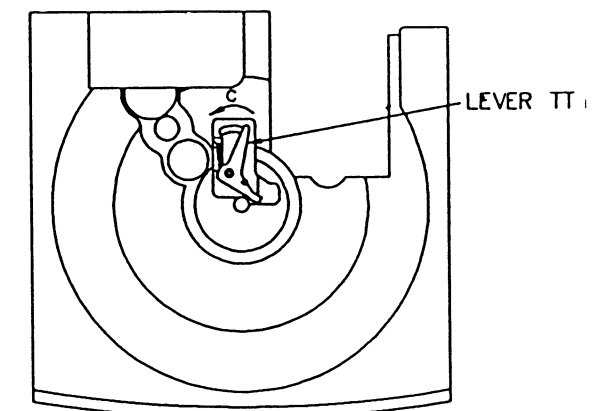

Figure 7
4. ターンテーブルの組立方法 (figure 7)
- 1) LEVER TT を “C” の方向に押しながら、TURN TABLE 5CD を組み込む。(figure 7)
* 組み込む際のTURN TABLE 5CDのCD番号(1～5)は任意で構いません。(figure 7)
4. How to reassemble the TURN TABLE. (figure 7)
- 1) Push LEVER TT in the direction of “C”, and put in the TURN TABLE 5CD. (figure 7)